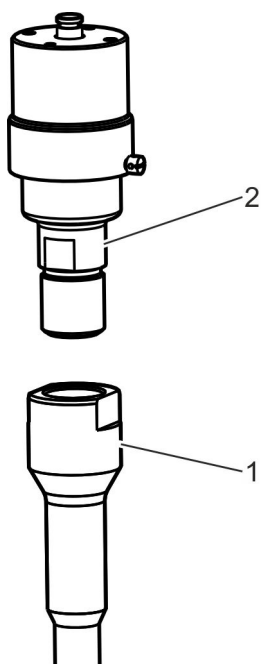

Abb. 17: Gehäuse einsetzen
- 12.** Gehäuse (Abb. 17/2) der neuen federbelasteten Überdrucksicherung im Uhrzeigersinn locker am Rohrstutzen (Abb. 17/1) anschrauben.